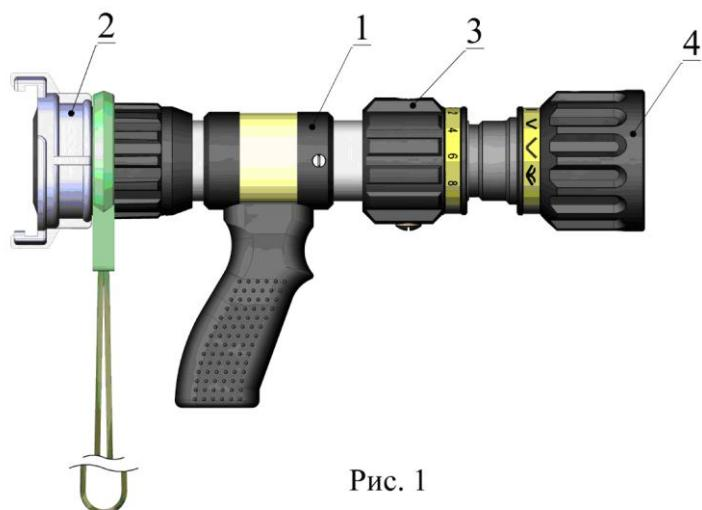

Рис. 1
Внешний вид ствола приведен на рис. 1. Ствол состоит из корпуса (1) с присоединительной головкой ГМ-50 (2), **вареньера** перекрывающего устройства и управления расходом (3), **головки** изменения геометрии струи (4). Ствол выполнен из нержавеющей стали и термостойких высокопрочных пластмасс.